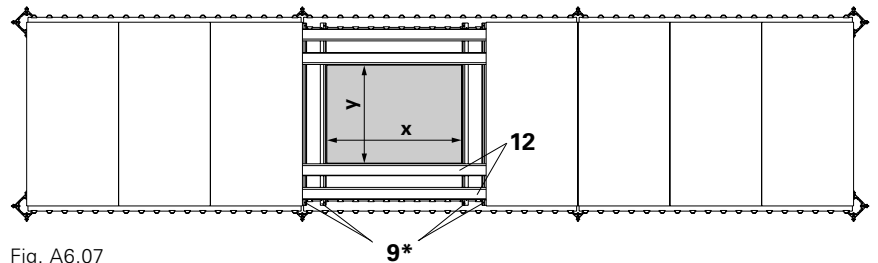

Fig. A6.07
Monter la poutrelle de rive suspendue SRT 150-2 (9*). Poser la Solive Bois SPH 150 (12) à plat. Largeur d'influence admissibles pour la Solive Bois à plat SPH, voir Tableau A6.02 sur la page suivante. (Fig. A6.07 + A6.08)